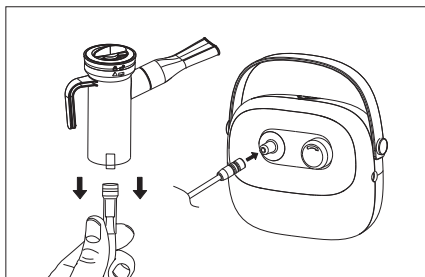

Рисунок 7.
- Присоедините через трубку компрессорную чашку ингалятора к выходному штуцеру основного блока. (Рисунок 7).